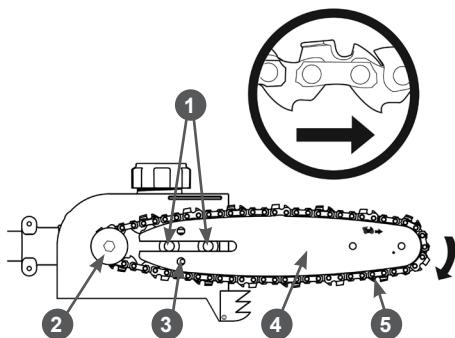

Рис. 12. Установка шины и цепи
- расположите редуктор и шину, как показано на Рис. 12;
- установите палец 3 натяжителя цепи в крайнее левое положение (Рис. 12);
- установите шину 4 на шпильки 1, палец 3 натяжителя при этом должен совпасть с отверстием в шине (Рис. 12);
- установите пильную цепь 5 на ведущую звездочку 2 и направляющую шину 4 (Рис. 12) таким образом, чтобы зубья цепи своими режущими кромками были расположены вперед по ходу движения цепи, т.е. по часовой стрелке;